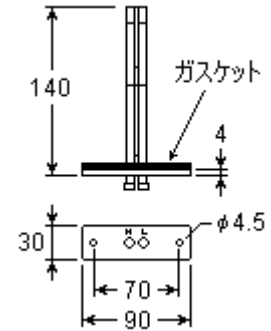

図3. 検出プローブ寸法図 (mm)
- 2) ダクトに検出プローブ挿入用の穴および取付ネジ用の穴2個を開けます。(図3参照)